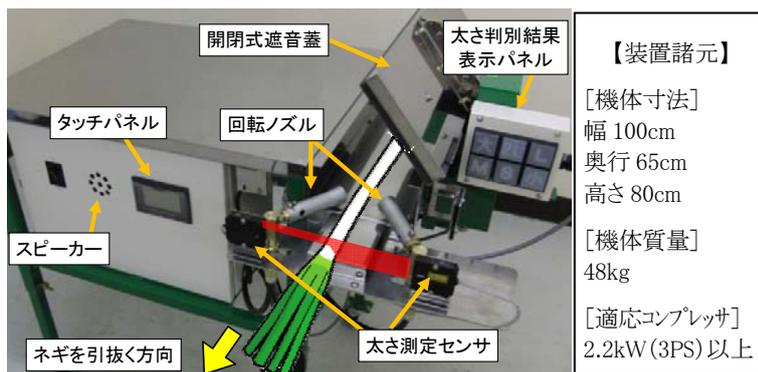

図1 開発した長ネギ調製機
1. 開発された機械は、皮むき用回転ノズルとノズル加温装置からなる皮むき部と、太さ測定センサと太さ判別結果表示パネル、スピーカーからなる判別部で構成され、皮むきと太さ判別を同時に行える長ネギ調製機（以下、開発機）です。（図1）